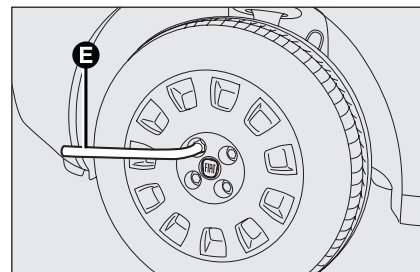

fig. 13
- ☐ dévisser d'environ un tour les boulons de fixation, en se servant de la clé **E**-fig. 13 fournie; pour les voitures équipées de jantes en alliage, secouer la voiture pour faciliter le détachement de la jante du moyeu de la roue;